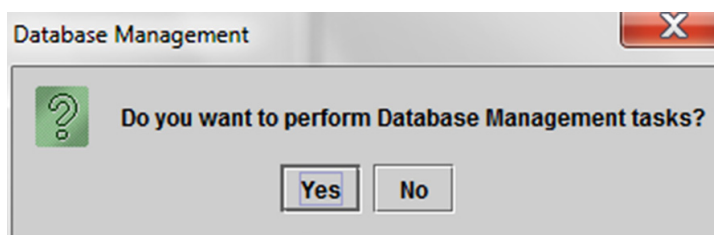
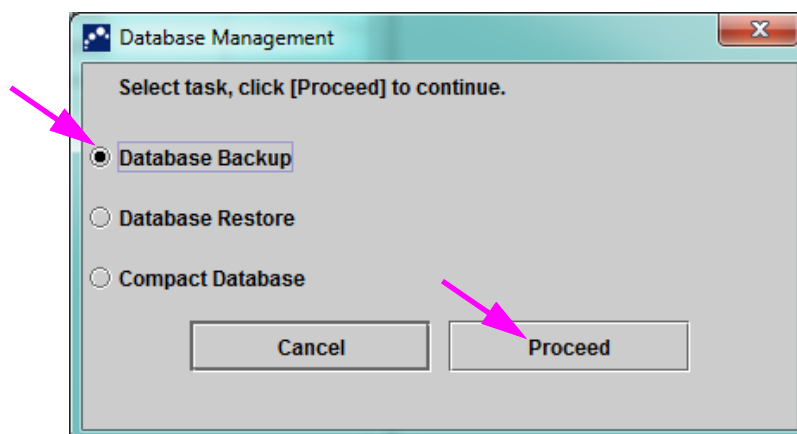

Figura 5-8. Caseta de dialog Gestionare bază de date
Figura 5-9. Caseta de dialog Gestionare bază de date
1. În cazul în care caseta **Mementouri pentru gestionarea bazei de date (Database Management Reminders)** din caseta de dialog Configurare sistem (System Configuration) (consultați Figura 2-77) **nu** este bifată, caseta de dialog Gestionare bază de date (Database Management) (consultați Figura 5-8) nu va apărea și nu va fi necesară nicio acțiune cu privire la baza de date. Software-ul va continua să se încarce și puteți trece la Secțiunea 5.2.3.2 pentru a continua secvența de pornire.
2. Dacă este bifată caseta **Mementouri pentru gestionarea bazei de date (Database Management Reminders)** de pe ecranul de dialog Configurare sistem (System Configuration) (consultați Figura 2-77), caseta de dialog Gestionare bază de date (Database Management) (consultați Figura 5-8) apare în partea de sus a ferestrei sistemului GeneXpert Dx, întrebându-vă dacă doriți să efectuați activitățile Gestionare bază de date (Database Management).
- A. Dacă faceți clic pe **Nu (No)** în caseta de dialog Gestionare bază de date (Database Management) (consultați Figura 5-8). Software-ul GeneXpert Dx continuă să se încarce și puteți continua cu Secțiunea 5.2.3.2.
- B. Faceți clic pe **Da (Yes)** în caseta de dialog Gestionare bază de date (Database Management) (consultați Figura 5-8) și vi se va solicita să selectați activitatea care trebuie efectuată (consultați Figura 5-9).
În funcție de privilegiile utilizatorului, este posibil ca toate (sau oricare dintre) cele patru opțiuni din caseta de dialog Gestionare bază de date (Database Management) să nu fie vizibile. Consultați Figura 5-9.
4. Faceți clic pe butonul **Continuare (Proceed)** (consultați Figura 5-9) pentru a începe efectuarea activității dorite de gestionare a bazei de date.